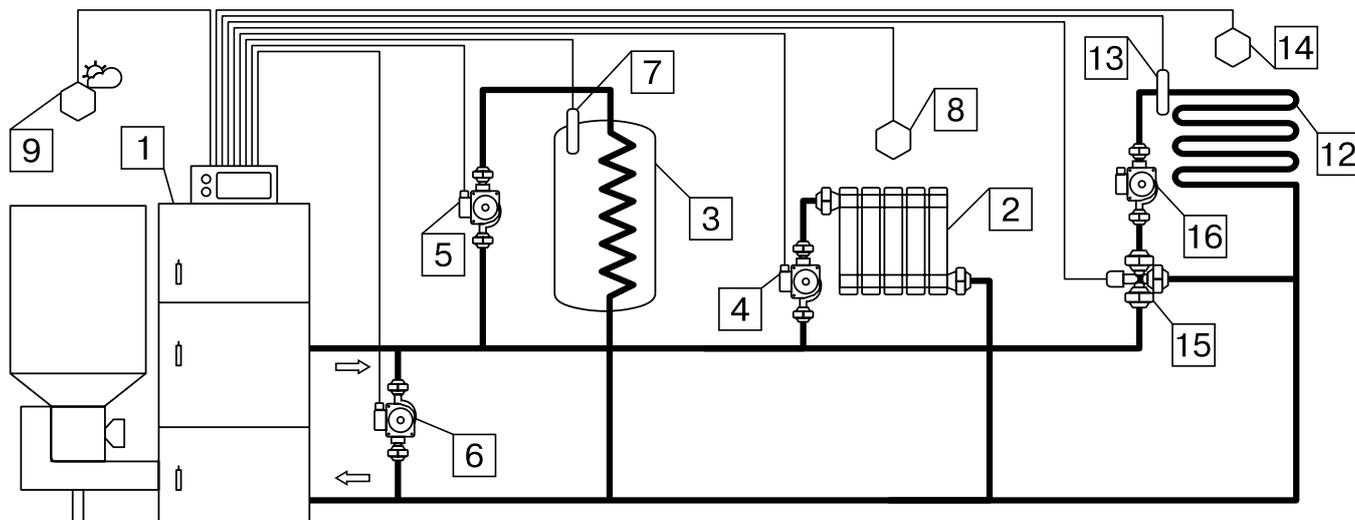
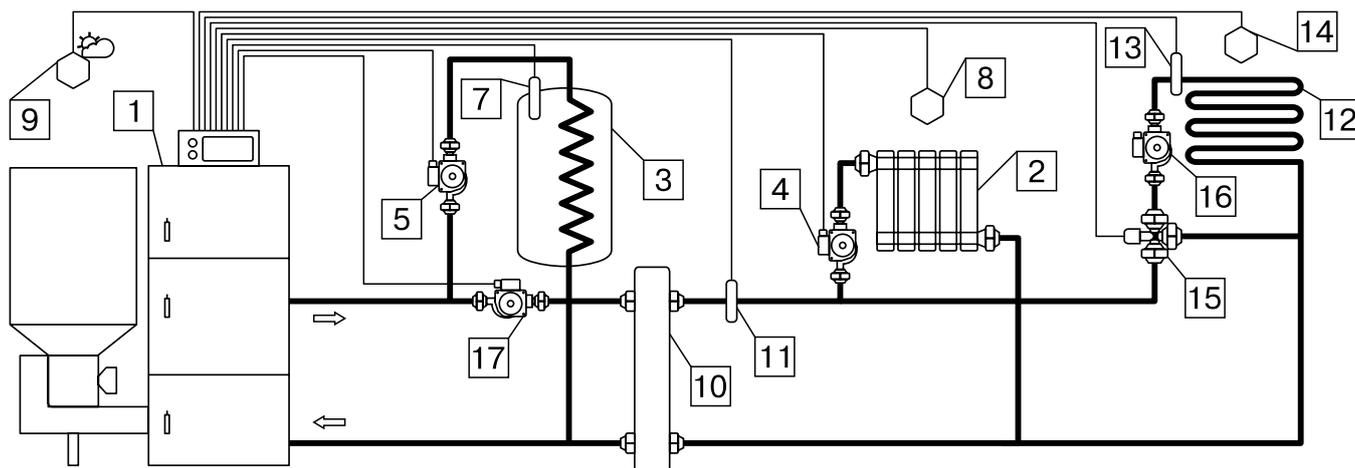

Рис.4 Упрощенная схема подключения котла с узлом рециркуляции.
Рис.5 Упрощенная схема подключения котла с гидроразделителем, контуром ГВС и теплого пола.
7.1. Упрощенные варианты схем монтажа котла с закрытой системой отопления представлены на Рис.4; Рис.5. Представленные схемы не заменяют проектного чертежа закрытой системы отопления и предназначены только для просмотра!